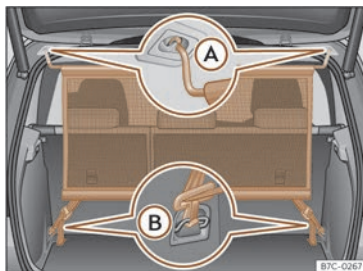

Fig. 118 Xarxa de separació muntada.
- Enganxeu la xarxa de separació a l'allotjament esquerre del sostre » fig. 118 (A). Assegureu-vos d'estirar la vareta transversal cap avall més enllà de la posició superior.
• Enganxeu la xarxa de separació a l'allotjament dret del sostre comprimint la vareta transversal » fig. 118 (A).
• Enganxeu els dos ganxos de la xarxa de separació a les argolles d'amarratge del maleter » fig. 118 (B) i tenseu bé els cinturons de fixació.